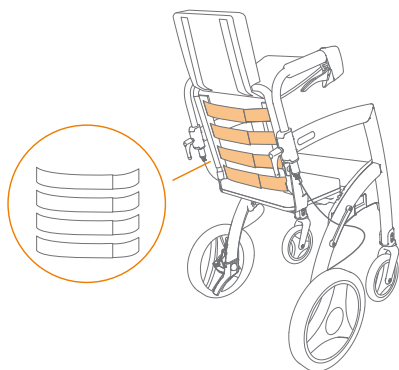

Figura 52: Allentamento per una maggiore profondità del sedile.
- c. Regolare le cinghie togliendo il Velcro e fissandolo nuovamente all'impostazione desiderata (**Figura 52**).